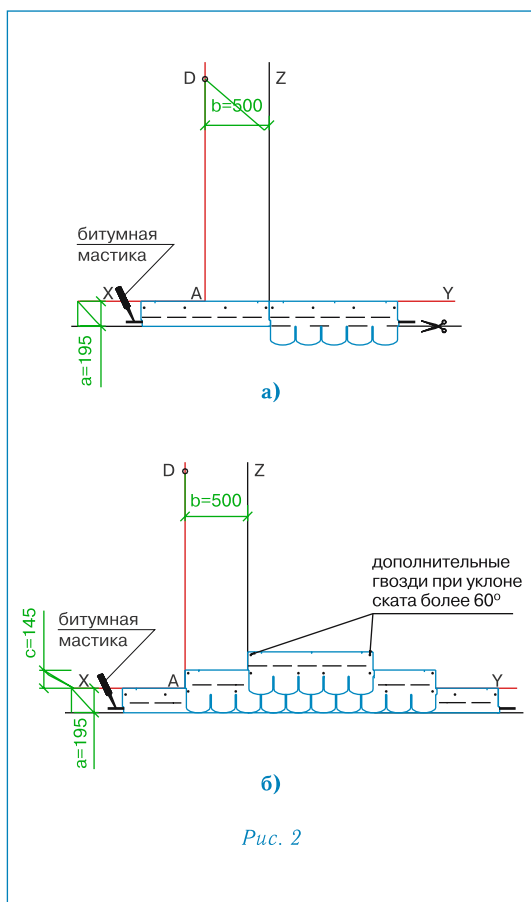

Рис. 2
Укладка материала (рис. 2)
Начальный ряд формируется из листов черепицы, обрезанных по линии, образованной конечными точками вырезов. Полученные таким образом полосы шириной 19,5 см укладываются по линии карниза в обе стороны от линии Z (рис. 2а) и фиксируются по нижнему краю битумной мастикой, а по верхней кромке 4 гвоздями (ось гвоздей на 5 см ниже верхнего края полосы);
- далее первый ряд черепицы укладывается от линии AD (рис. 2б);
- второй ряд укладывается от линии Z (со смещением 50 см от AD) (рис. 2б);
Каждый лист черепицы крепится 4 гвоздями (ось гвоздей на линии битумных клеевых полос) таким образом, чтобы гвоздь прошивал и верхний край низлежащего листа черепицы (рис. 2б).